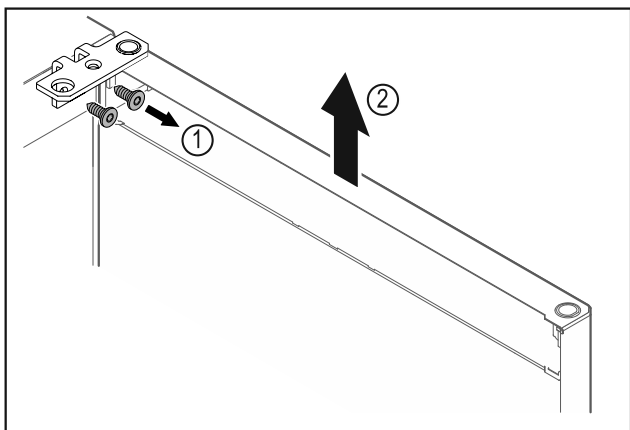

Fig. 13
- Kruvige šarniirnergik Fig. 13 (1) maha.
- Tõstke ust koos šarniirnergikuga Fig. 13 (2) umbes 200 mm otse ülespoole ja võtke maha.